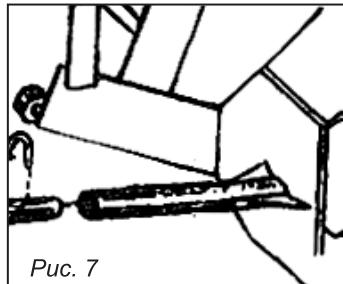

Рис. 7
1. Соединить корпус косилки с мотоблоком, как показано на рис. 7 и зафиксировать стопором, имеющимся в комплекте мотоблока.
9. Проверить настройку высоты среза и при необходимости отрегулировать при помощи опор (рис. 7).